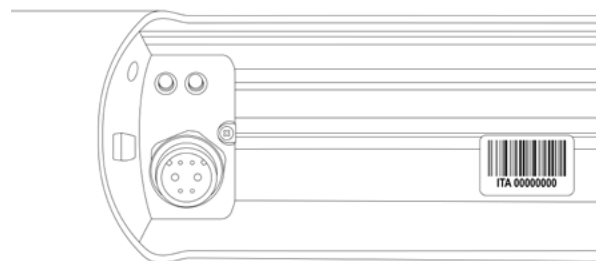

FIG. 17
- Al fine di rendere operante la presente garanzia, si dovrà compilare il form online a cui si accede mediante QR CODE o collegandosi direttamente al sito warranty.mbmbike.it entro e non oltre 15 giorni dalla data di acquisto della bicicletta. Saranno necessari il numero seriale e la fotografia della prova d'acquisto del rivenditore autorizzato. Il numero seriale è stampato sull'etichetta posta nella slitta della batteria e sulla batteria stessa. (Fig. 17)